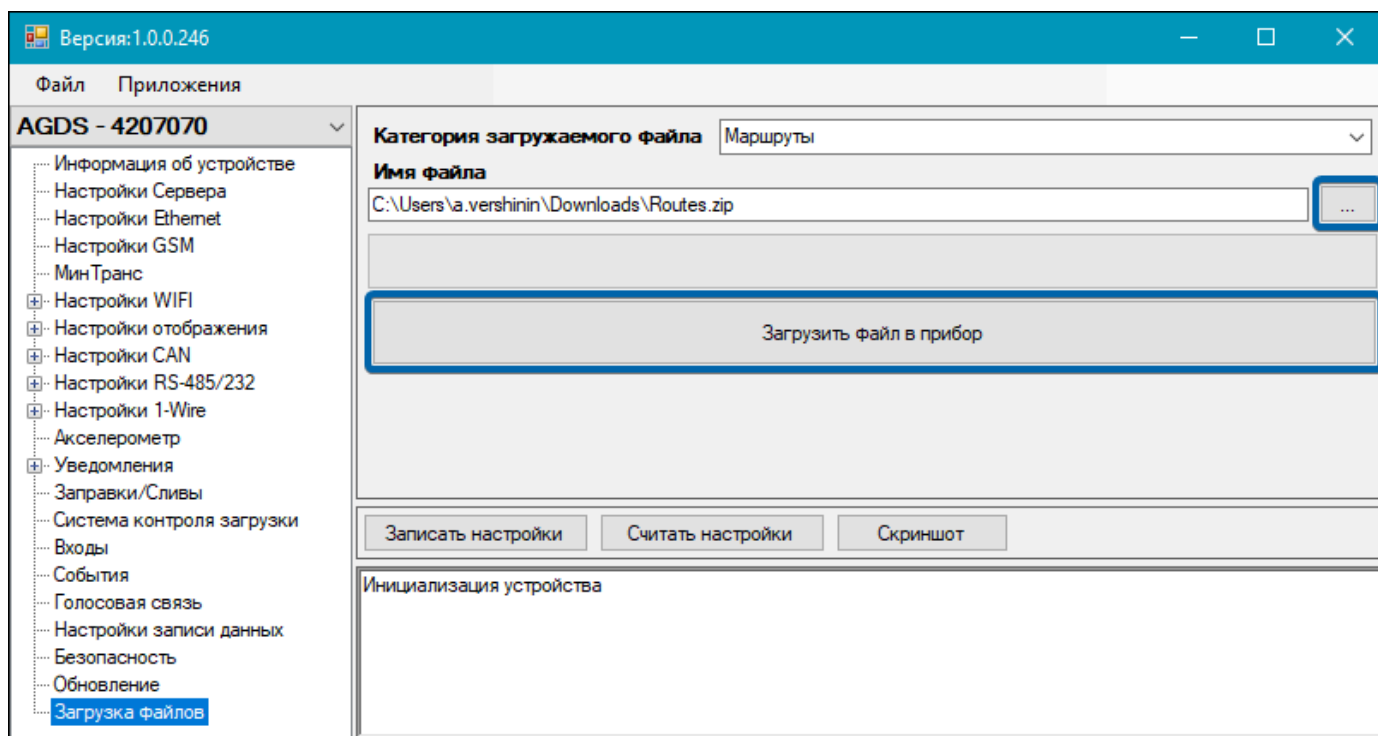

Рис.75. Загрузка маршрутов через программу-конфигуратор
2. Выберите в списке программы-конфигуратора для АвтоГРАФ-ИНФО S пункт «Загрузка файлов» (**Рис.75**).